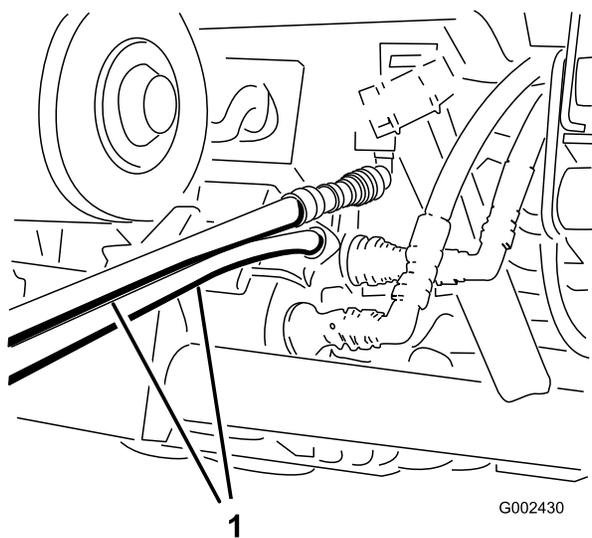

Figura 73
4. No outro veículo, ligue as duas mangueiras ao acoplador que ainda se encontra no suporte de acoplamento (ligue a mangueira superior ao acoplador superior e a mangueira inferior ao acoplador inferior (Figura 73). Tape as juntas desnecessárias.